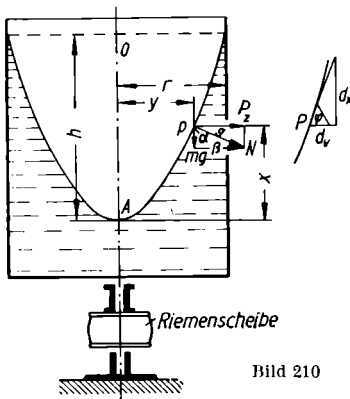

Bild 210
26. I. Ein zylindrisches Gefäß, mit Wasser gefüllt, kreist um seine senkrechte Drehachse *O* mit gleichförmiger Winkelgeschwindigkeit ω (Zentrifuge Bild 210). Welche Form nimmt die Wasseroberfläche an?
Lösung: Das Wasser, durch die Fliehkraft nach außen getrieben, steigt an der Gefäßwand in die Höhe, während es in der Mitte sinkt. Die Oberfläche des Wasserspiegels ist stets so gerichtet, daß die resultierende Kraft (Mittelkraft) aus Zentrifugalkraft P_z und Gewicht des Wasserteilchens mg senkrecht zur Oberfläche steht (s. Bild 210, Punkt P).